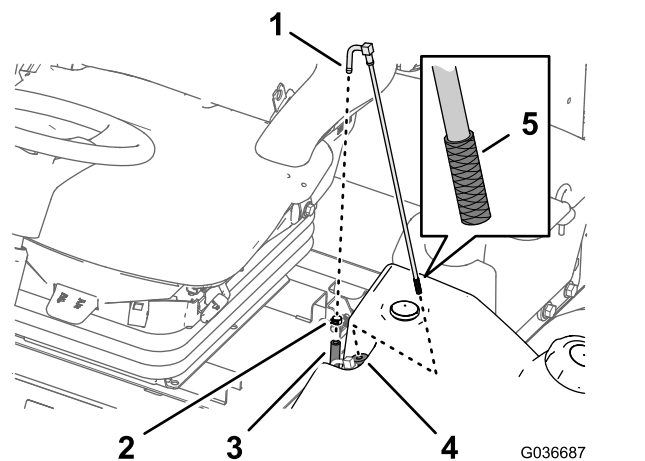

Bild 73
1. Entfernen Sie die Schlauchklemme, mit der der Kraftstoffzulaufschlauch am Anschlussstück des Kraftstoffansaugschlauchs befestigt ist (**Bild 73**).
2. Schließen Sie den Schlauch vom Anschlussstück ab (**Bild 73**).
3. Nehmen Sie den Kraftstoffansaugschlauch vom Kraftstofftank ab (**Bild 73**).
4. Reinigen Sie das Sieb am Ende des Kraftstoffansaugschlauchs (**Bild 73**).
5. Stecken Sie den Kraftstoffansaugschlauch durch die Gummibüchse in den Kraftstofftank (**Bild 73**).